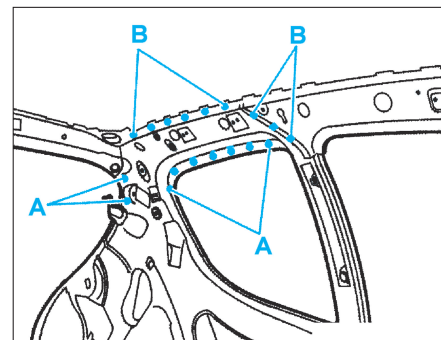
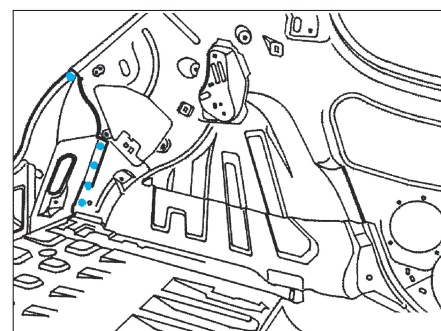
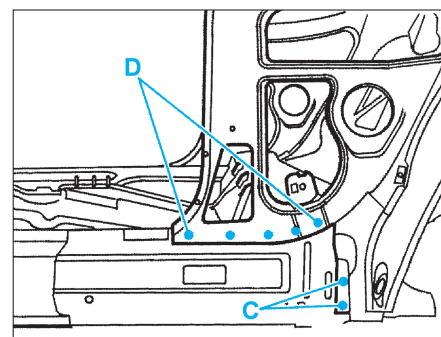
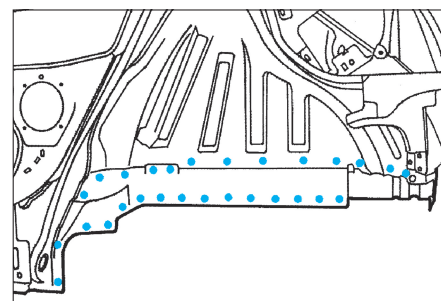

FIG. 131
FIG. 132
FIG. 133
FIG. 134
- par points électriques suivant (A) (avec l'équipement AB1) (Fig.131), (Fig.132), (Fig.133) et (Fig.134).